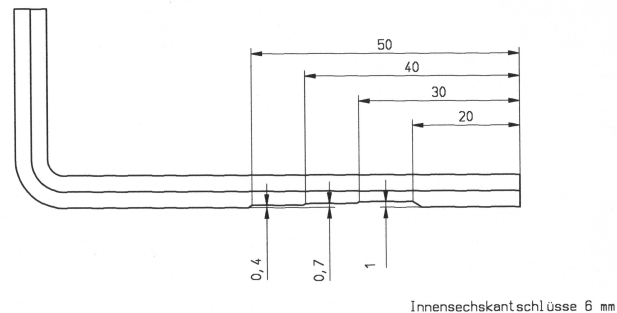

Bild 3
- ⤴ Messer (09) und Schlüssel (19) an der Stelle mit der gewünschten Schnitttiefe von 0,4 bis 1,0mm (s. Bild3) zum Berühren bringen. Dabei muss die Walze (03) so stehen, dass das Messer (09) maximal durch das Führungsblech (19) herausragt. Die Messer (09) sind so einzustellen, dass sie max. 1mm unter dem Führungsblech (19) herausragen.
- ⤴ Messer (09) in dieser Stellung festhalten. Alle 4 Messer werden auf gleiche Weise eingestellt.
- ⤴ Die Befestigungsschrauben (11) für die Messer (09) sind mit einem Drehmoment von **35 Nm** anzuziehen. Ein entsprechender Drehmomentschlüssel ist bei EDER Maschinenbau GmbH als Sonderzubehör oder im Werkzeugfachhandel zu beziehen.